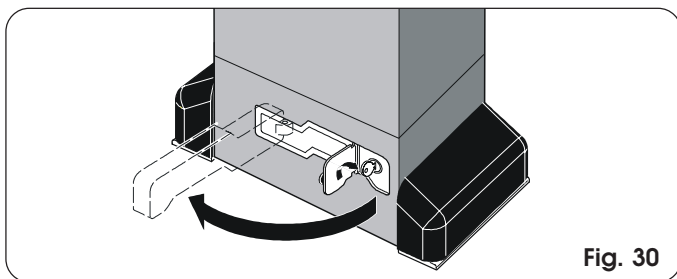

Fig. 30
- 3) Draai de sleutel met de klok mee en trek aan de ontgrendelhendel zoals op fig. 30.